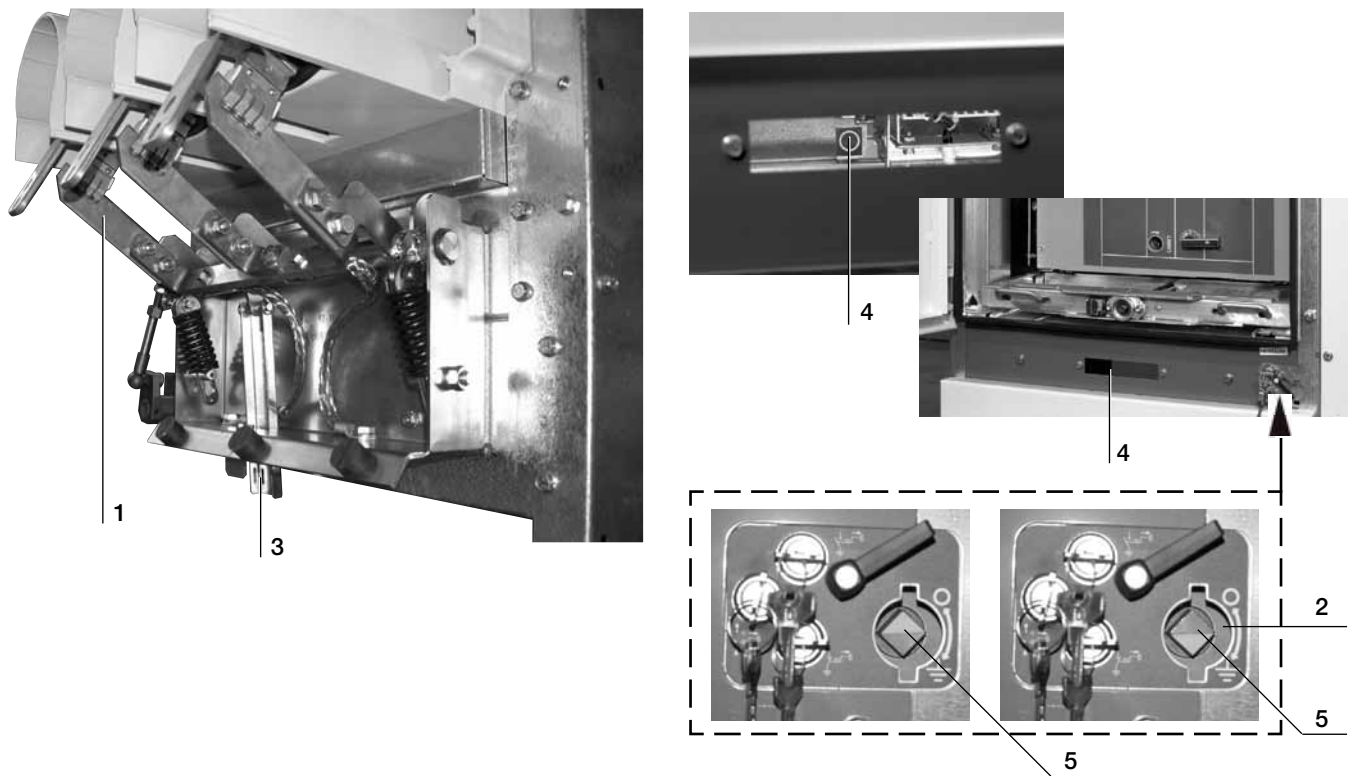

Fig. 8
Le sectionneur de terre (1) (fig. 8) avec pouvoir de fermeture se trouve à l'arrière, alors que l'axe de manoeuvre (2) se trouve sur la partie avant.
Avant d'accéder aux bornes des câbles il faut contrôler si l'indicateurs de position du sectionneur de terre (3) fig. 8, visibles à travers le hublot d'inspection (4) et (5) fig. 8, visible depuis l'axe de manoeuvre du sectionneur de terre confirment que la fermeture a eu lieu.